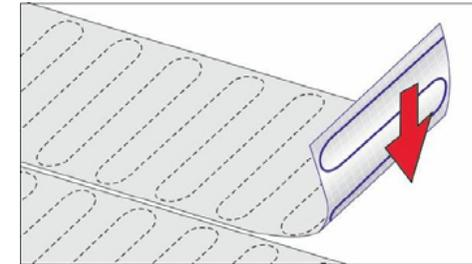

Figura 1
- La malla se debe instalar con la parte con pegamento hacia abajo (Figura 1) y se debe empezar por la pared mas cerca del termostato. (Figura 4)